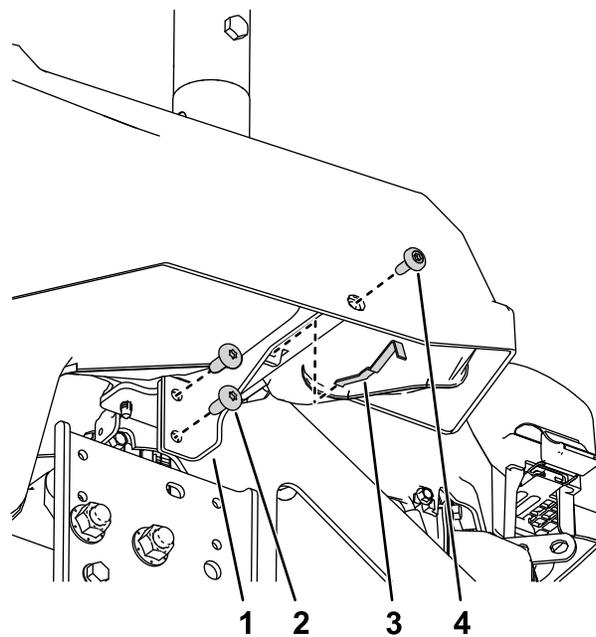

図 9
3. 左ポッドブラケットを機体フレームに取り付けるタップねじ $5/16$  x  $\frac{3}{4}$ " 2本と1マシンの準備を行う(ページ 3)で取り外した部品を使用して図 9 のように取り付ける。